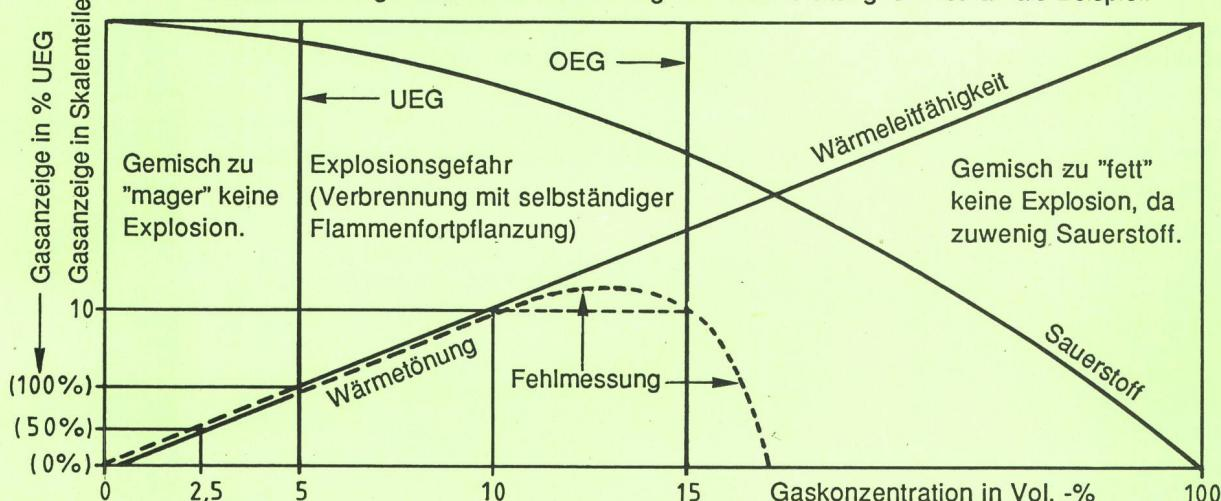

Fig. 3
- Eine Erdgaskonzentration im Bereich um die Obere Explosionsgrenze (OEG) ergibt einen rückläufigen Zeigerausschlag (Fig. 3, punktierte Kurve «Wärmetönung»). Ist dies in einem Schacht der Fall, wird beim langsamen Herablassen der Sonde in den Schacht der Zeiger des Exotector jedoch mit Sicherheit kurzzeitig auf den Wert von 50 % UEG (Skalenendwert) ansteigen. Zur Bestätigung ist die Messung zu wiederholen.
- Une concentration de gaz naturel dans la zone de la «limite supérieure d'explosibilité» (LSE) entraîne une rétrodéviation de l'aiguille de l'instrument de mesure (fig. 3, courbe pointillée «coloration thermique»). Lorsque cela est le cas dans une chambre, l'introduction lente de la sonde dans cette chambre entraînera cependant très certainement une déviation brève de l'aiguille à la valeur de 50 % LIE (valeur de fin d'échelle). Pour confirmation il y a lieu de répéter la mesure.